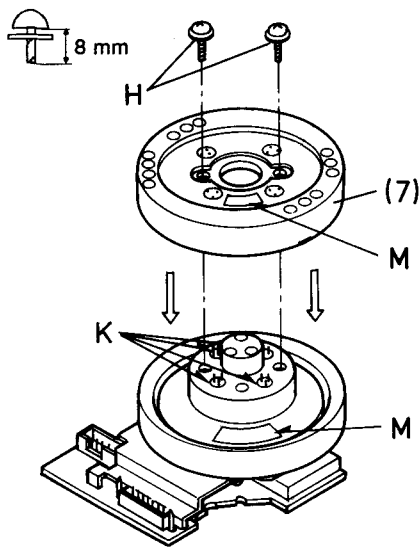

Fig. 12
- Wenn sich nach dem Einbau die weißen Flächen "M" (Fig. 12) nicht decken, erfolgt die Wiedergabe vorher durchgeführter Aufnahmen in Schwarz / Weiß!
- Kopfscheibe (7) so auf die Antriebsachse stecken, daß sich die weißen Flächen "M" decken (Fig. 12).
- Schrauben "H" eindrehen und Erdungsfeder (5) montieren.
- If, after reassembly, the white areas "M" (Fig. 12) do not coincide, previous recordings on the tape will be reproduced on playback in black and white!
- Fit the head wheel (7) onto the shaft so that the white areas "M" coincide (Fig.12).
- Refit the screws "H" and the earthing spring (5) with screw "F".